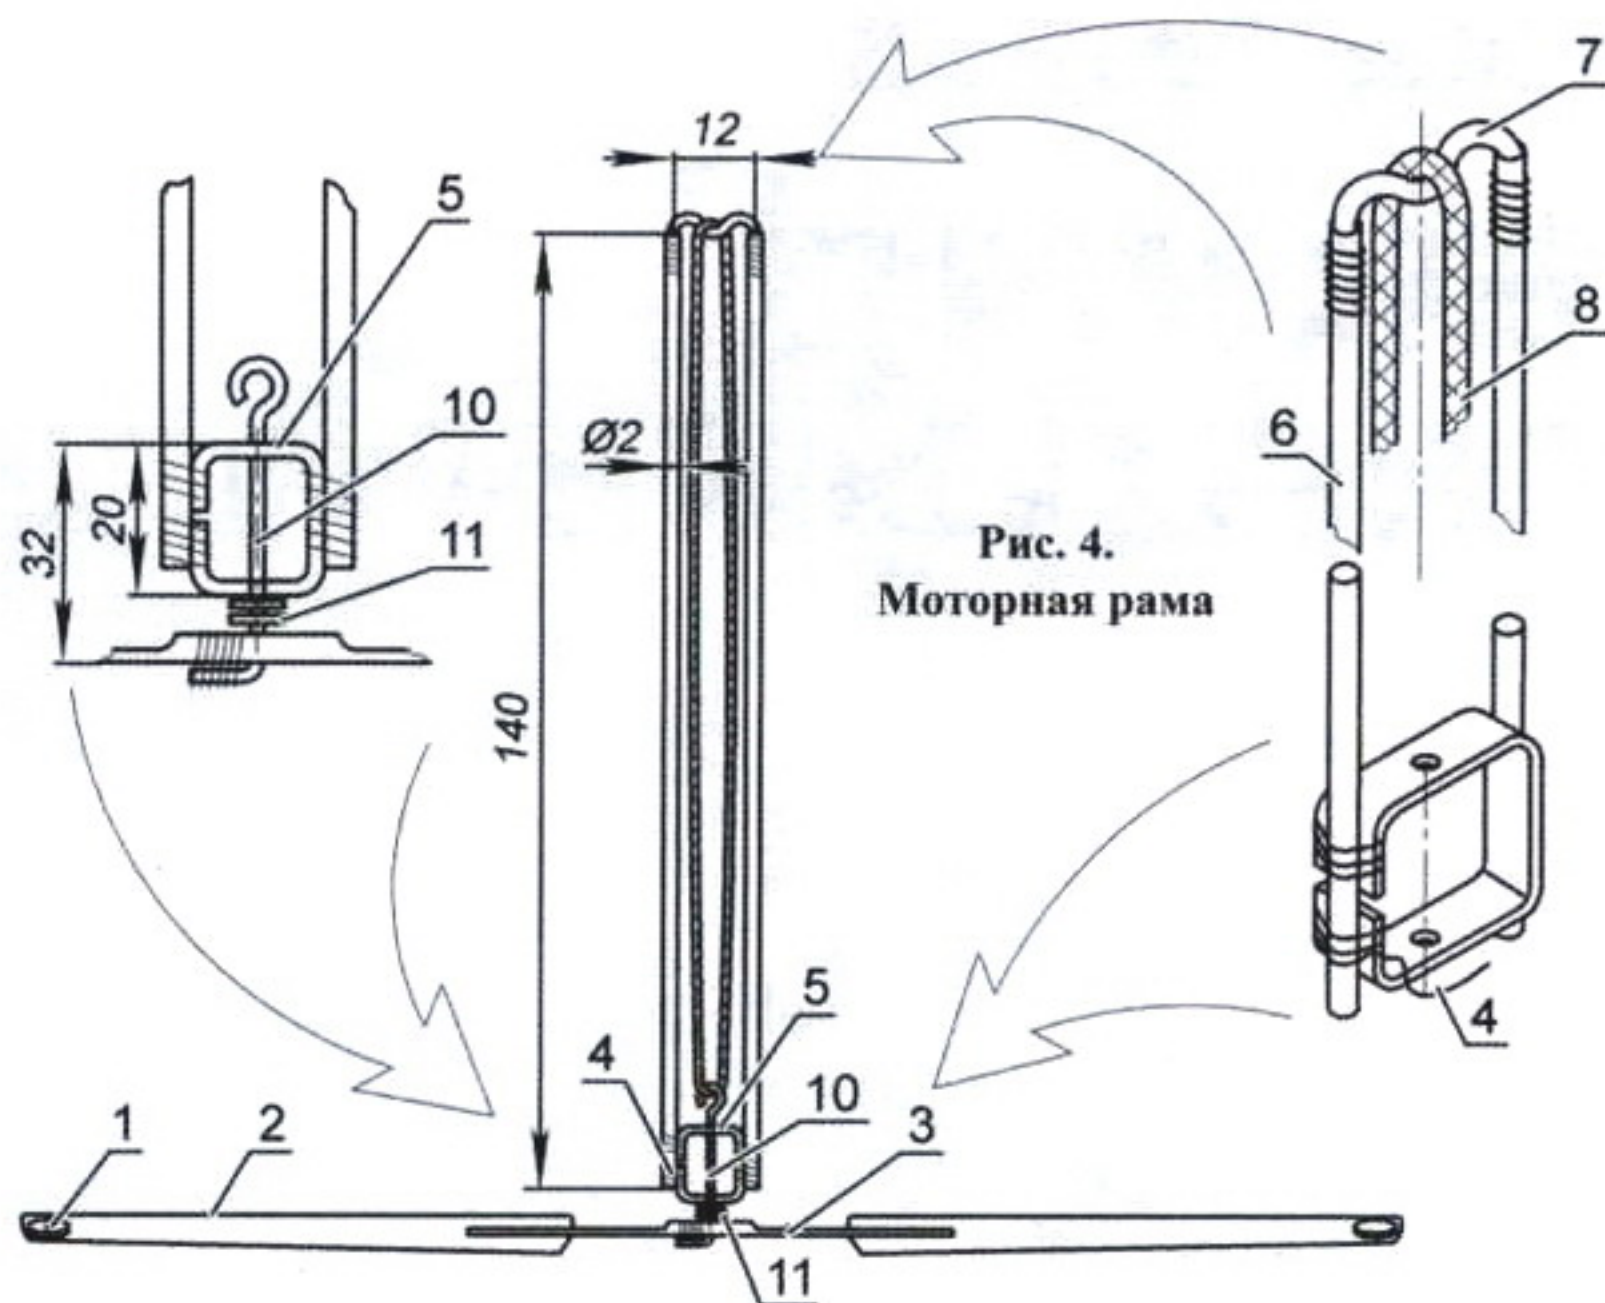

Рис. 4.
Внимательно изучите рисунок 4. Силовой каркас состоит из двух сухих и прочных соломинок (6) длиной 140 мм. Верхнюю скобу (7) согните согласно рисунку из стальной проволоки от канцелярской скрепки. Вклейте с помощью клея «МОМЕНТ» скобу 7 в верхнюю часть соломинок. Места вклейки скобы аккуратно обмотайте тонкими нитками и пропитайте клеем. Скобу 5 подшипникового узла согните из полоски тонкой жести шириной 3 мм. Приклейте подшипниковый узел к нижним участкам соломинок согласно рисунку 4. Места вклейки обмотайте тонкими нитками 4. Вал винта 10 согните из тонкой стальной проволоки. Шайбы 11 вырежьте из тонкого полистирола. Ступицу несущего винта 3 изготовьте из липовой рейки согласно рисунку. Лопастей винта 2 советуем изготовить из плотного пенопласта. Придайте лопастям выпуклый профиль с помощью наждачной бумаги. Лопастей приклейте к ступице густым клеем ПВА. Самым тщательным образом обеспечьте угол установки лопастей в пределах 12 – 15 градусов. После полного высыхания клея выполните предварительную закрутку